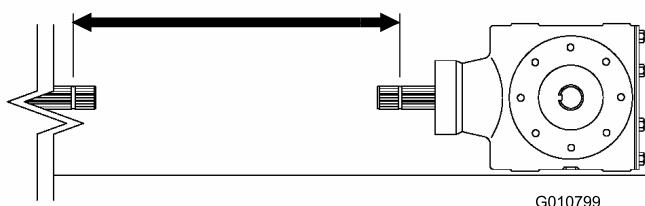
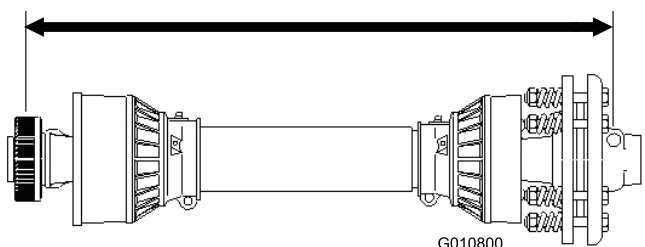

Figura 14
Figura 15
5. Mida la distancia entre la ranura de bloqueo del extremo del árbol de la TDF del tractor y la ranura de bloqueo del árbol de la TDF de la caja de engranajes del aireador (Figura 14). Anote esta distancia. Ejemplo: 27,5 pulgadas (70 cm).
6. En el árbol de la TDF, mida la distancia entre el centro de la bola del pasador de bloqueo, en un extremo, y el centro del botón del pasador de bloqueo del otro extremo (Figura 15). Anote esta distancia. Ejemplo: 32 pulgadas (81 cm).
7. Usando la menor de las dos medidas de Figura 14 y Figura 12, reste esa distancia a la distancia de Figura 15. Ejemplo: 32 pulgadas (81 cm) menos 26,5 pulgadas (67 cm) es igual a 5,5 pulgadas (14 cm).